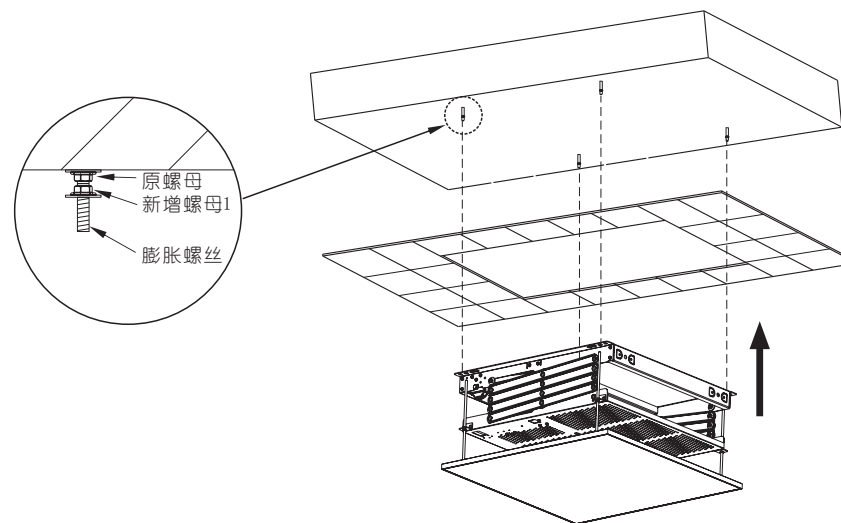

图7
4. 在每颗膨胀螺丝上另外再加一颗  $M8$  螺母 (非附件)，并拧到靠上面的位置 (图7)；把升降架装入天花上面，并把升降架四个安装挂板的孔位对准四个膨胀螺丝。